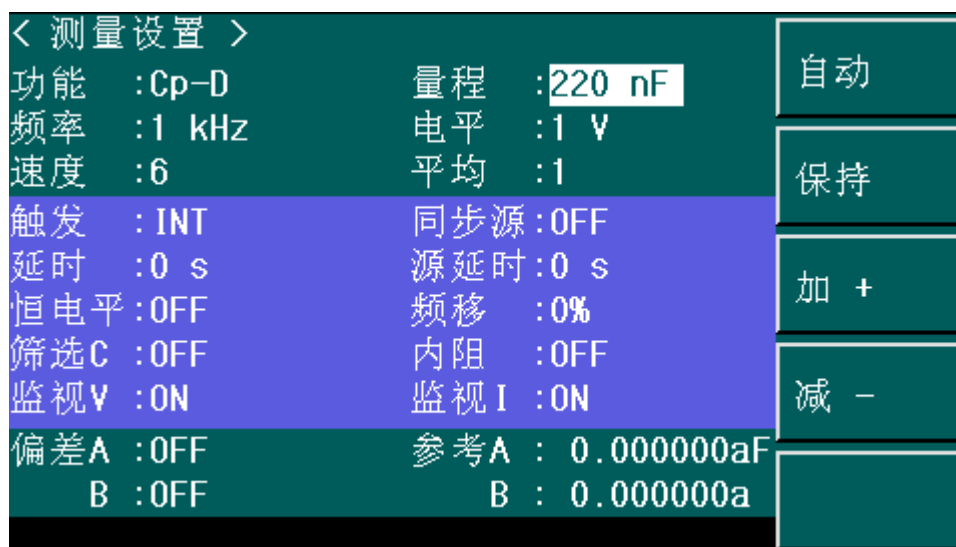

图 3-1 测量设置屏幕
**第 2 步：**使用光标键选择**量程**区域，如图 3-1 所示。